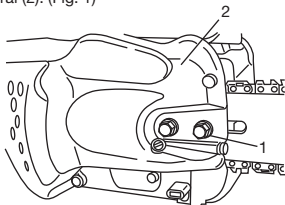

Fig. 1
1. Retirer l'écrou de blocage (1) du guide-chaîne.
2. Retirer le carter latéral (2) en maintenant la partie arrière du carter latéral (2). (Fig. 1)
6. Emboîtez le capot latéral (2) sur les vis de serrage de la barre de guidage situées sur le carter de l'appareil. Puis fixer provisoirement les écrous de serrage. (Fig. 1)